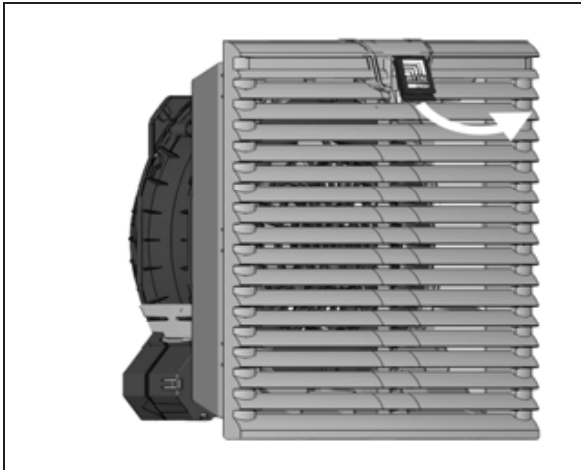

Fig. 6: Déblocage de la grille à lamelles
- Tirer tout d'abord le logo dans la grille à lamelles un peu vers le haut avec le doigt (voir fig. 6)